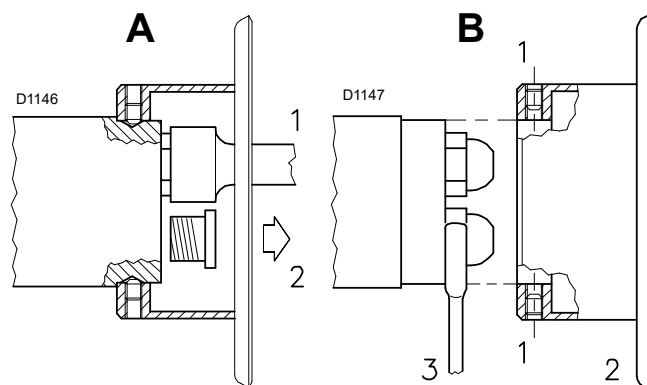

Рис. 16
- Установите две форсунки с помощью трубчатого ключа 1)(А Рис. 16) (размером 16 мм), удалив пластиковые заглушки 2)(А Рис. 16), через центральное отверстие подпорной шайбы или ослабьте винты 1)(В Рис. 16), снимите шайбу 2)(В Рис. 16) и замените форсунки ключом 3)(В Рис. 16).